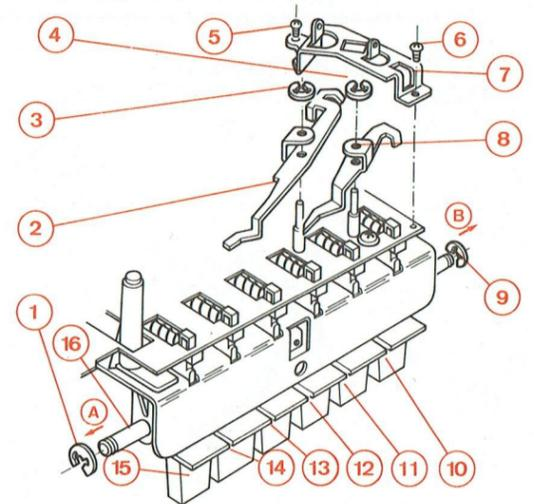

Fig. 12
**L - DÉPOSE DES TOUCHES DU CLAVIER (Fig. 12)**